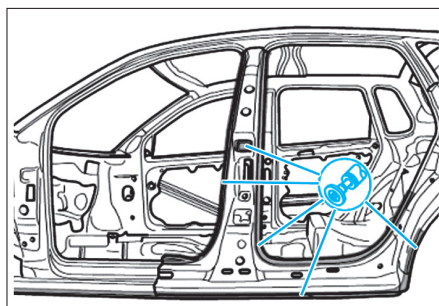

FIG. 49
- Enlever les morceaux restants (Fig.49).